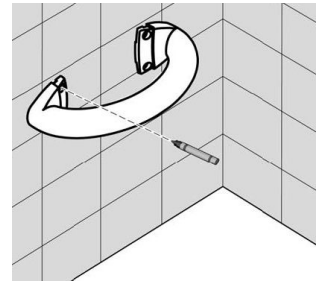

Fig. 6
2. Positionnez la poignée pour salle de bains dans la position souhaitée contre le mur et marquez les points de fixation à l'aide d'un outil de marquage (Fig. 6).